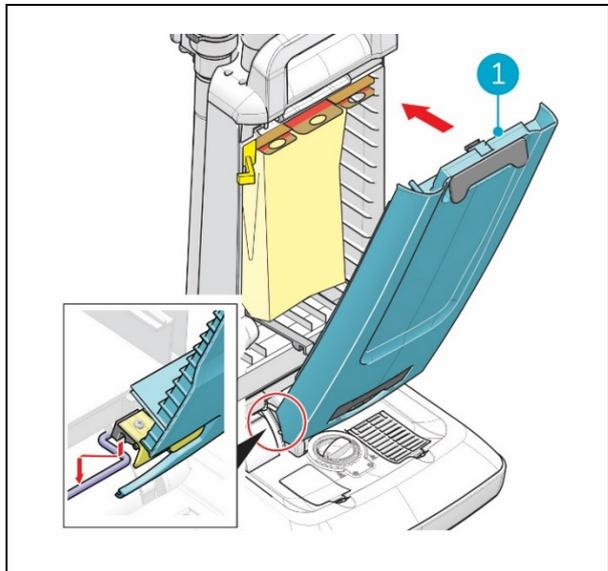

Figura 14
9. Riposizionare il coperchio anteriore (Figura 14, pos 1) e chiuderlo. Quando fa clic, è bloccato.